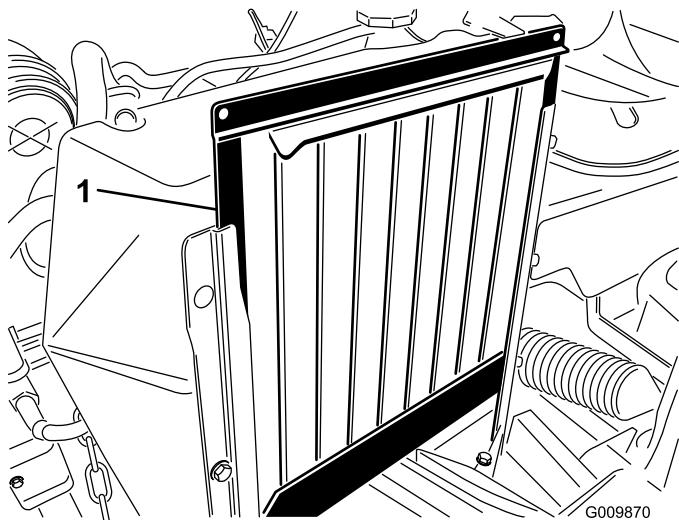

Bild 53
1. Entfernen Sie das Kühlgitter, reinigen Sie es und entfernen Sie Rückstände (Bild 53).